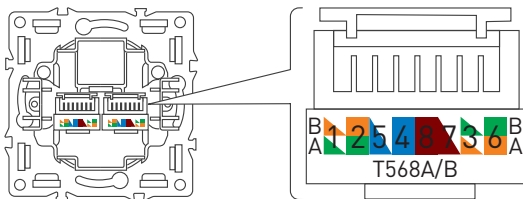

Рис. 1.
- 3.9. Для подключения розетки к сети Ethernet используйте схему подключения (рис. 1).